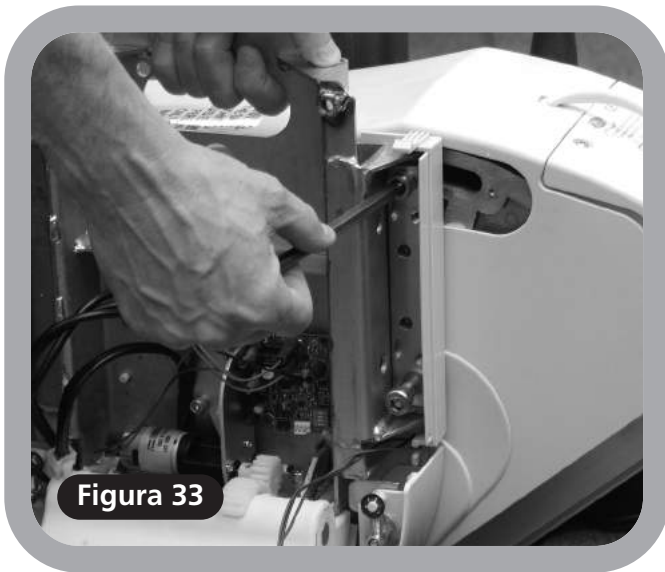

Figura 33
- 4 Lleve el chasis del asiento a la unidad de potencia y usando los pernos y los espaciadores sujete el chasis del asiento a la unidad de alimentación, asegurándose de que el chasis está en la alineación vertical correcta (**Figura 33**).